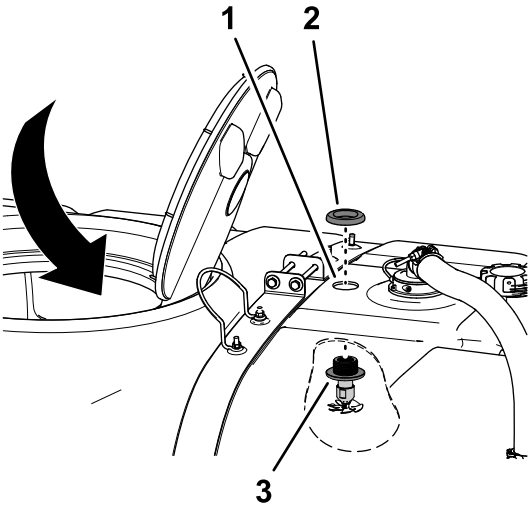

图 21
- 1. 如 对喷洒药缸钻孔 (页码 7) 所示通过 41cm 开口在水箱内工作将喷嘴总成通过在图 21 中钻的孔向上对齐。
- 2. 将塑料凸缘螺母组装到隔板接头的螺纹上然后用手拧紧凸缘螺母图 21。